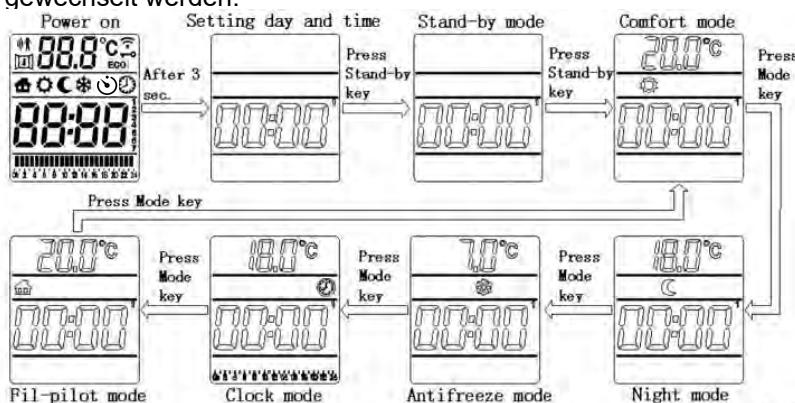

fig.1
**Komfortmodus und Nachtmodus – Einstellung der Modus-Temperatur (Fig.1 )**
### Frostschutzmodus ( Fig.1 )
### „Clock“-Modus (Uhrzeitmodus)( Fig.1 )